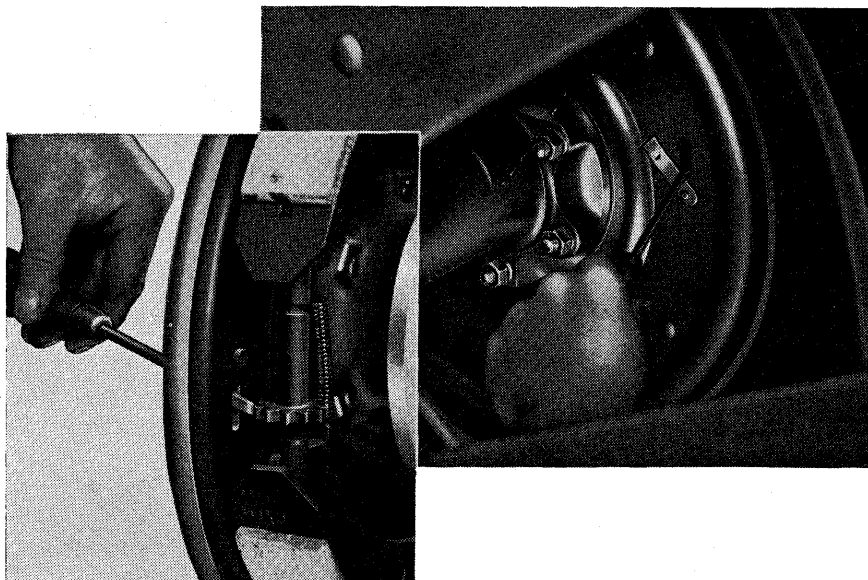

Fig. 28. Justering af bremseser.
3. Drej ved hjælp af en skruetrækker den ene bremses justermuffe, som vist i fig. 28, til hjulet fastholdes af bremsebakkerne. Drej derefter justermuffen så meget tilbage, at bremsetromlen går fuldstændig fri af bremsebakkerne - det vil normalt være 6 til 8 klik. Gentag proceduren på det andet hjul, og husk at justermufferne skal stå i et hak og ikke mellem to hak.